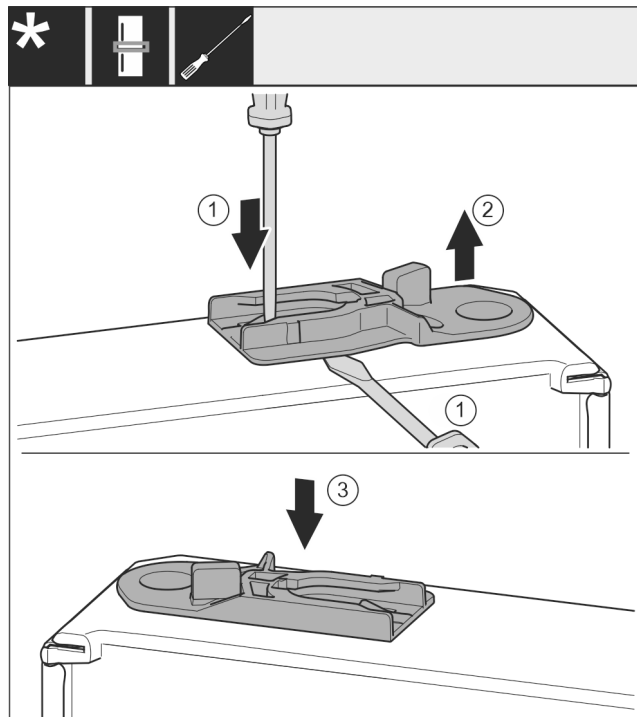

Fig. 51 *
- Izvlecite vodilno pušo: Pritisnite spono Fig. 51 (1) s ploščatim izvijačem in jo s ploščatim izvijačem hkrati potisnite pod vodilno pušo Fig. 51 (2).*
- Vstavite vodilno pušo Fig. 51 (3), ki je del obsega dobave, na drugi strani ohišja.*